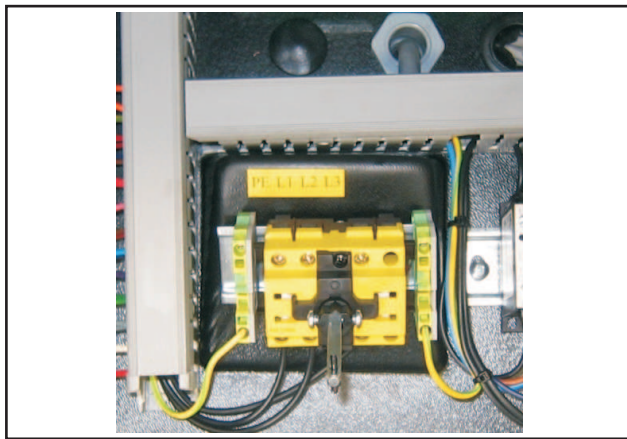

Fig.31
- Connect the electric cable to the erminal board fig. 31).
- Allacciare il cavo di alimentazione alla morsettieria (fig.31).